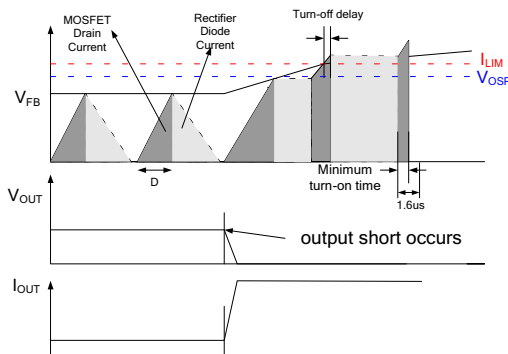

图 20. 输出短路波形 (OSP)
1.2 μs 时, FPS 视此情况为异常错误并关断 PWM 开关, 直至 V_{CC} 再次达到 V_{START} 。异常情况输出如图 20 中所示。